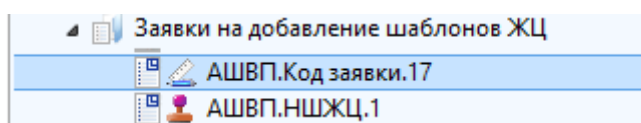

Рисунок 116 — Заявка для запуска
- выбрать в дереве хранилища папку «Заявки на добавление шаблонов ЖЦ», выбрать заявку для запуска (Рисунок 116);